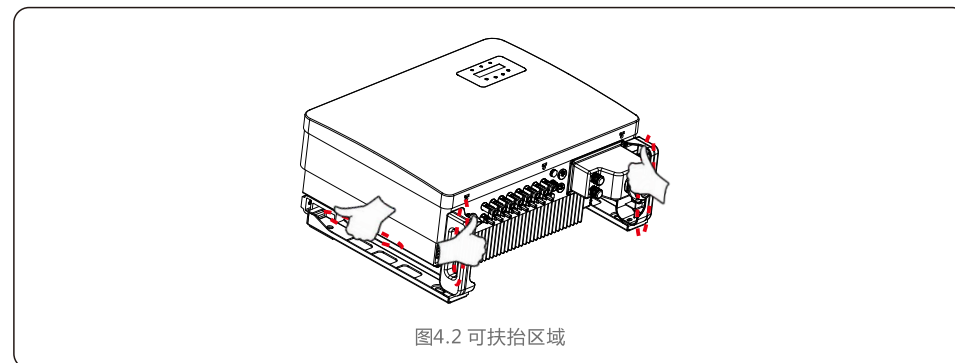

图4.2 可扶抬区域
2. 打开箱子后, 拿出逆变器, 虚线区域为可扶抬的区域, 两边为同一位置。(如图4.2所示)